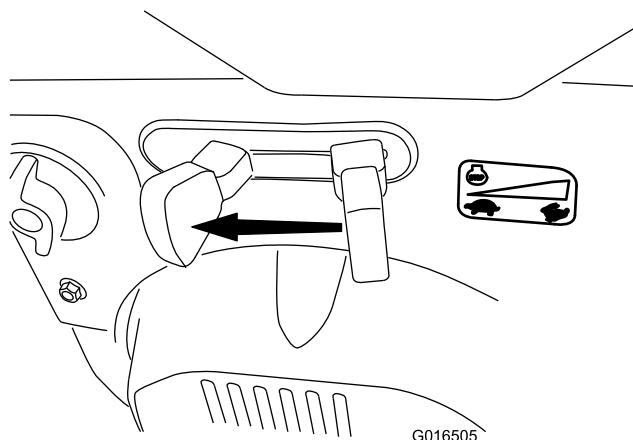

Figure 26
1. Déplacez la commande d'accélérateur en position BAS RÉGIME, puis en position ARRÊT (Figure 26) pour couper le moteur. Il est également possible de couper le moteur en tirant la clé de contact vers l'extérieur, à la position centrale.